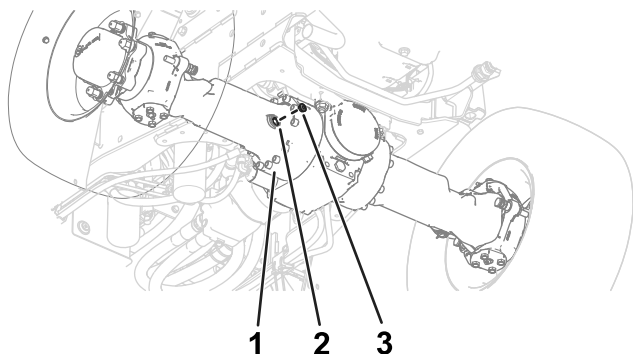
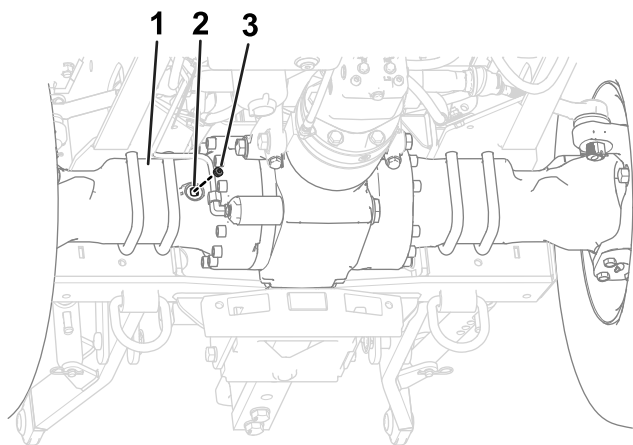

Рисунок 97
Рисунок 98
2. Отверните пробки смотровых отверстий в картерах дифференциалов мостов (Рисунок 97 и Рисунок 98).
3. Посмотрите сквозь смотровое отверстие и убедитесь, что уровень масла находится на нижней части резьбы отверстия (Рисунок 97 и Рисунок 98).
6. Заверните пробки в смотровые отверстия картеров дифференциалов мостов (Рисунок 97 и Рисунок 98).
Примечание: Расположение смотрового отверстия заднего моста см. на Рисунок 98.